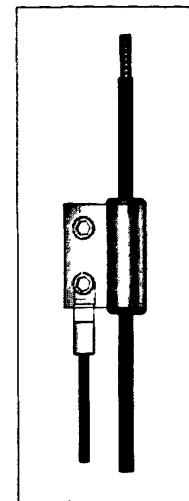

图 6 防雷接地卡连接示意图
c) 控制电缆的金属外护层应采用专用的防雷接地卡进行接地，如图 6 所示。